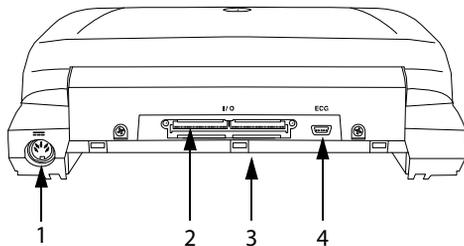

Abbildung 2-2 Anschlüsse – Systemrückseite: (1) Gleichstromeingang, (2) E/A-Anschluss, (3) Akku und (4) EKG-Stecker
- 1 Das Gleichstromkabel des Netzteils an den Anschluss am System anschließen. Siehe hierzu Abbildung 2-2 auf Seite 2-2.